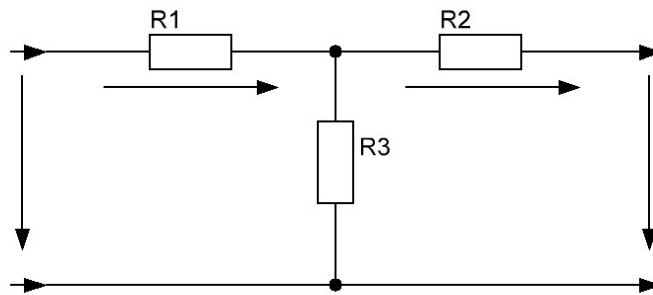

Рисунок 9
1) Записать систему уравнений четырехполосника в форме А. Определить напряжение на входе четырехполосника, если на вход включена нагрузка $R_H=100$ Ом, а ток I_2 при этом равен 0,1 А. Параметры четырёхполосника: $R_1=50$ Ом; $R_2=50$ Ом; $R_3=100$ Ом (рисунок 9)